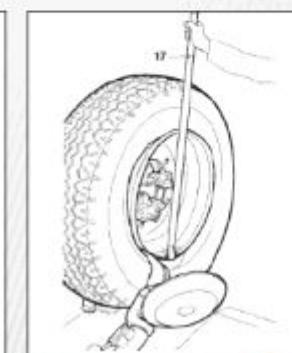

Рисунок 23
- 5) Вставьте рычаг (см. рис.23) между ободом и бортиком справа от съемного рычага.